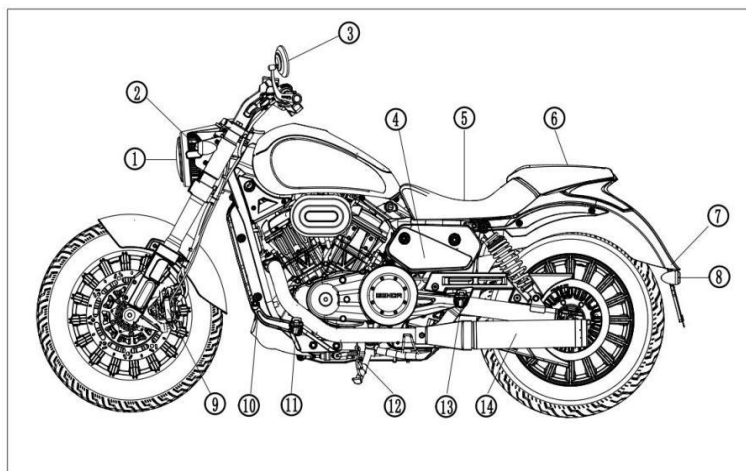

Рис. 1
1.2. Расположение номеров (Рис. 1)
1. (Рис. 1).